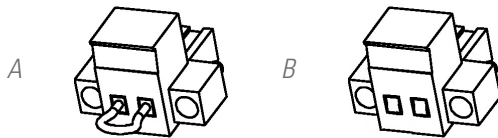

Abb. 6. Stecker für den externen Not-Aus-Schalter.
- Sobald der Anschlussstecker aus der Steckdose, in der er eingesteckt ist, herausgezogen wird. Dieser Stecker ist an einem Kabel als eine Art Brücke, die den Stromkreis schließt, angeschlossen (siehe Fig. 6-A),